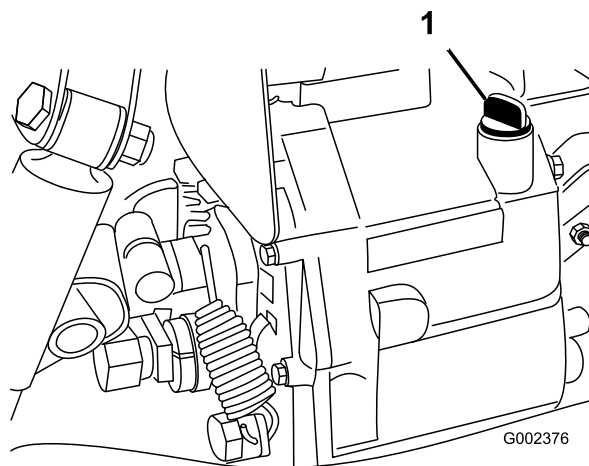

Figura 16
2. Pulite attorno all'asta di livello (Figura 16).